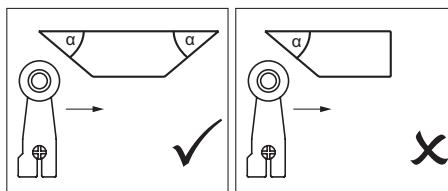

Figura 1: Forma della camma
- ▶ Per evitare che l'elemento di azionamento rimbalzi, la camma deve terminare la corsa gradualmente (vedi Figura 1).